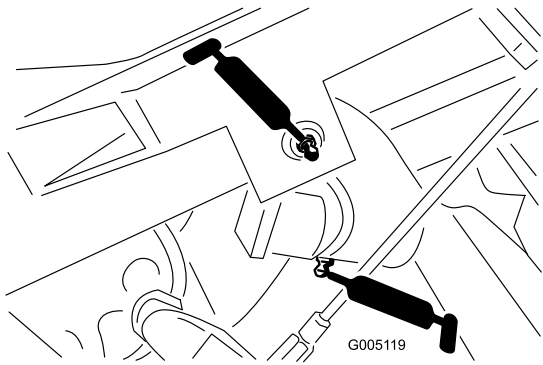

Bild 32
- Hubarmgelenk (3) und Schwenkscharnier (3) (Bild 32)